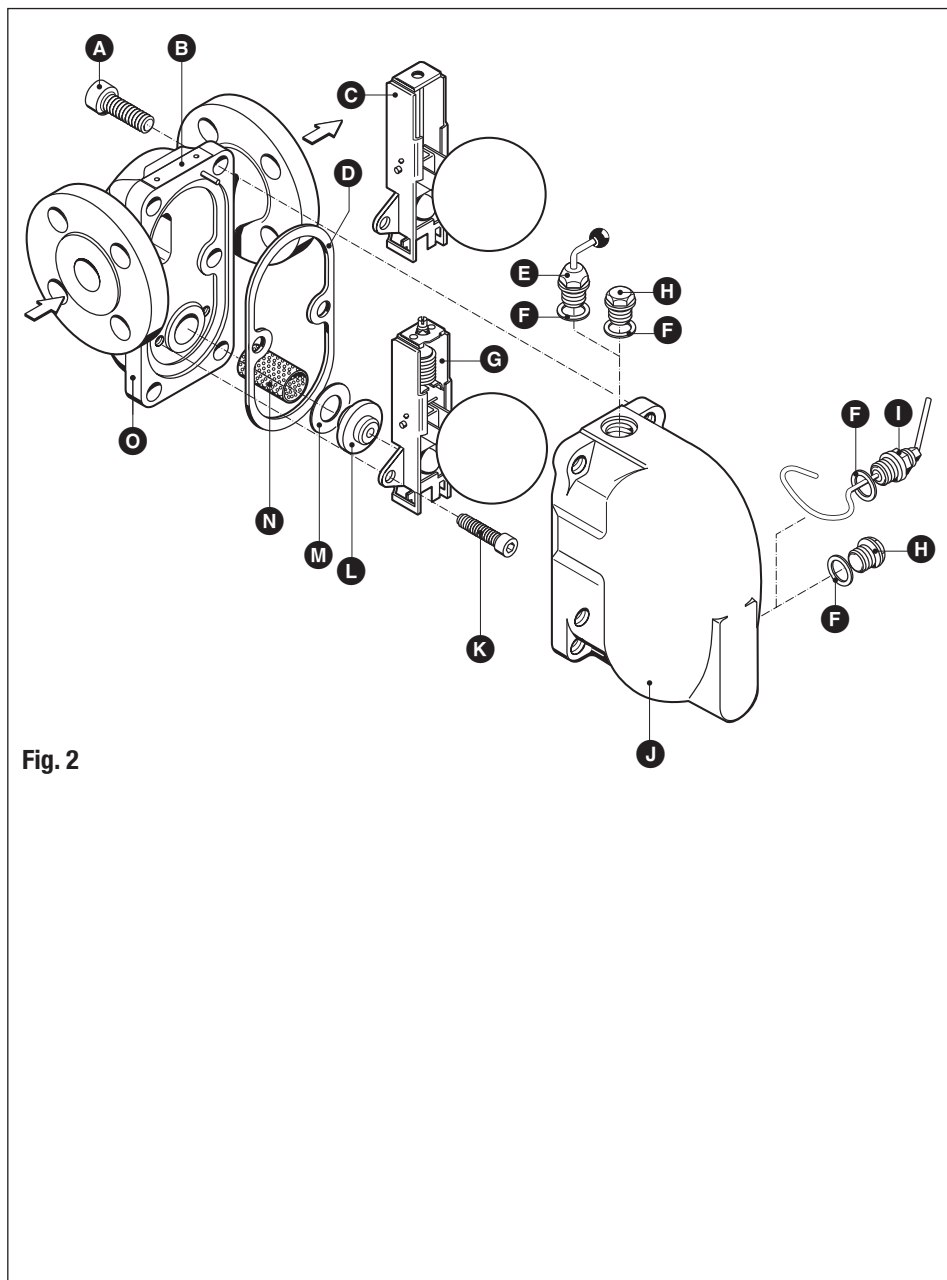

Fig. 2
2. Inserire la manopola sulla leva **I**, **Fig. 2**.